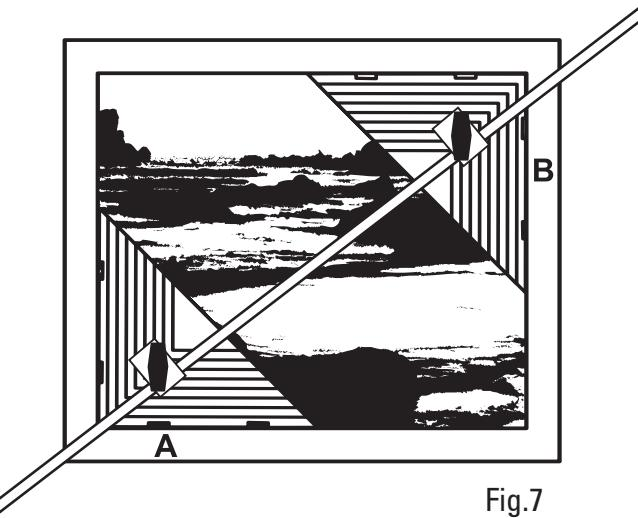

Fig.7
(Fig. 7)
Procedura 1- allentare le manopole di regolazione su entrambi i triangoli di allineamento e far scorrere il triangolo A nell'angolo inferiore sinistro della fotografia da incorniciare, quindi serrare la manopola. (Fig. 7).
Schritt 1 - Lösen Sie die Einstellknöpfe an beiden Ausrichtungsdreiecken, schieben Sie Dreieck A in die linke untere Ecke des zu rahmenden Bildes und ziehen Sie den Knopf fest. (Abb. 7)
Paso 1: afloje los botones de ajuste en ambos triángulos de alineación y deslice el Triángulo A hacia la esquina inferior izquierda de la imagen que se enmarcará y ajuste el botón. (Fig. 7)